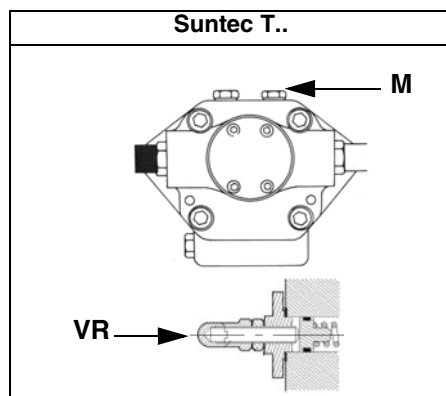

Рис. 1
- 5 выпустить воздух со штуцера (**M**) манометра насоса (Рис. 1), расслабив слегка заглушку, но не снимая ее; затем отпустить контактор;